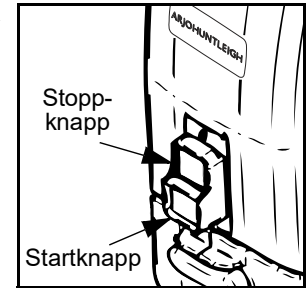

Fig. 1
1. Stäng av Maxi Move genom att trycka på den röda stoppknappen (se Fig. 1).